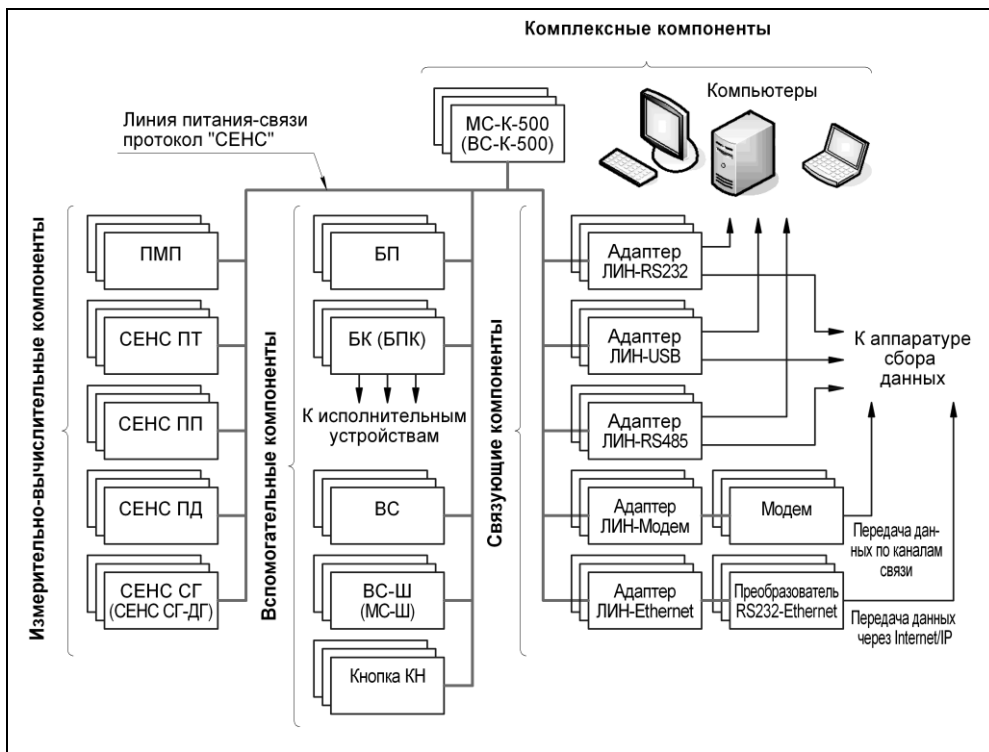

Рисунок 1
1.4.1 СИ «СЕНС» - совокупность измерительно-вычислительных, комплексных, связующих и вспомогательных компонентов (см. рисунок 1).